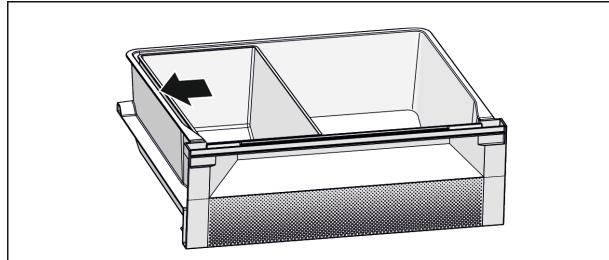

Fig. 7
- За оптимална охлаждаща функция: Позиционирайте тавичката Fish & Seafood съгласно фигура (вжк Fig. 7).